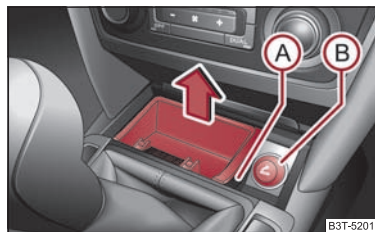
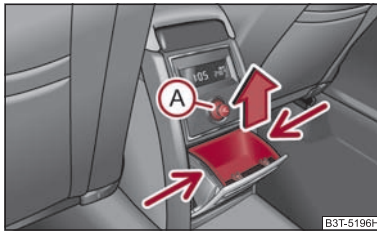

Fig. 100 Consola centrală: Scrumiera față
Fig. 101 Consola centrală: Scrumiera spate
- Apucați scrumiera în punctul (A) ⇒ fig. 100 și scoateți-o în sensul indicat de săgeată. ►
- Apucați scrumiera de locul marcat cu săgeți ⇒ fig. 101 și scoateți-o.
- Apăsați capătul brichetei (A) ⇒ pagina 99, fig. 101 sau (B) ⇒ pagina 98, fig. 100.